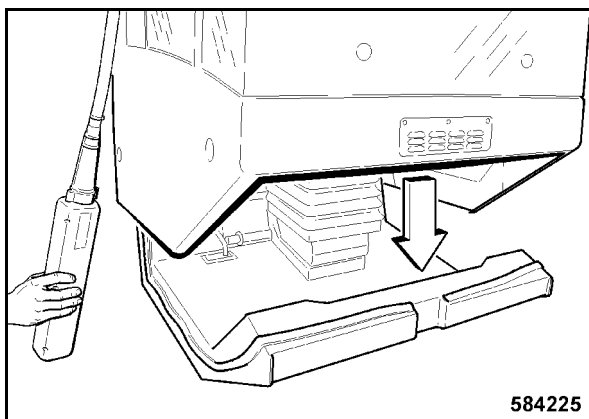

Bild 186
- Aseta ohjaamokoppi pystysuoraan hitaasti ohjaustilan päälle (Bild 186).